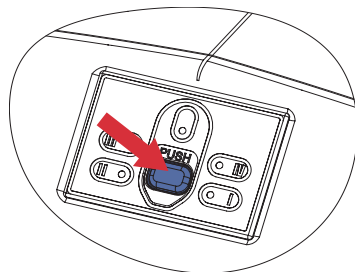

Рис. 13
- Для запуска промывочного режима 3 раза кратковременно нажмите кнопку PUSH, расположенную на передней панели DWM-201 (рис. 13). При этом прозвучит 5 звуковых сигналов, погаснет световая индикация ресурса модулей и запустится промывочный режим блока предварительной водоподготовки продолжительностью 30 минут. Вначале из системы будет выходить воздух, что может сопровождаться шумом.